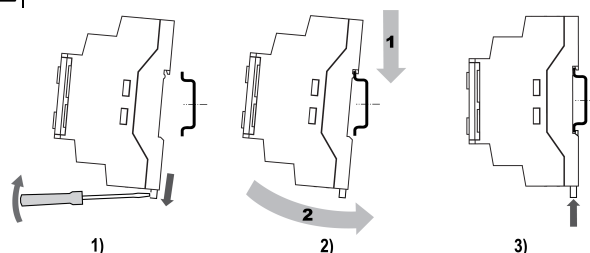

Рисунок 1 – Монтаж и демонтаж прибора
2. Вставить отвертку в проушину, оттянуть защелку (см. рисунок 1, 1). Прибор установить на DIN-рейку.
3. Прибор прижать к DIN-рейке (см. рисунок 1, 2, стрелки 1 и 2). Отверткой вернуть защелку в исходное положение.